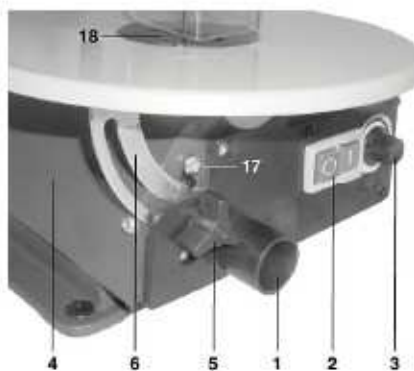

Imagen 7: abrir la cubierta
Paso 2: Desatornillar la cubierta izquierda (4, Imagen 7).
Paso 5: Sacar la hoja de sierra hacia arriba a través de la inserción en la mesa (18, imagen 7).